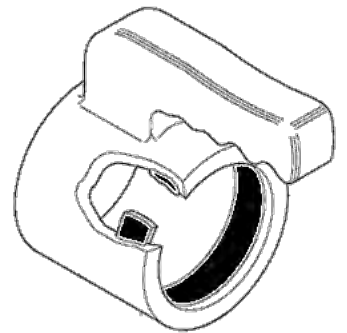

ABB. 11 – Einbaulage des Schalldämpfers
1. Den Drehrichtungsring in die gewünschte Stellung drehen (Abb. 11).